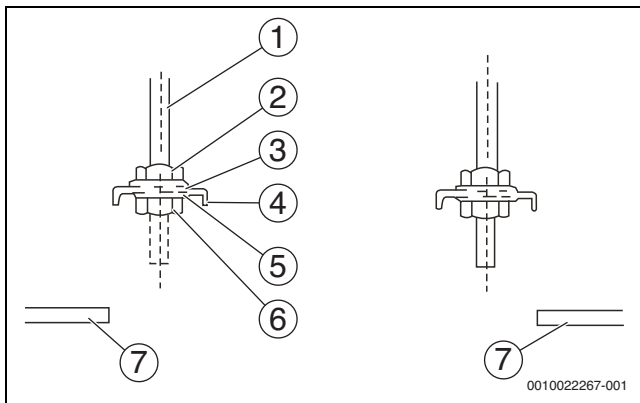

Рис. 9
1. Отрегулируйте положение гаек. Размер зазора между шайбой (нижней части) и потолком определяется фактической конструкцией потолка (→ рис. 9).